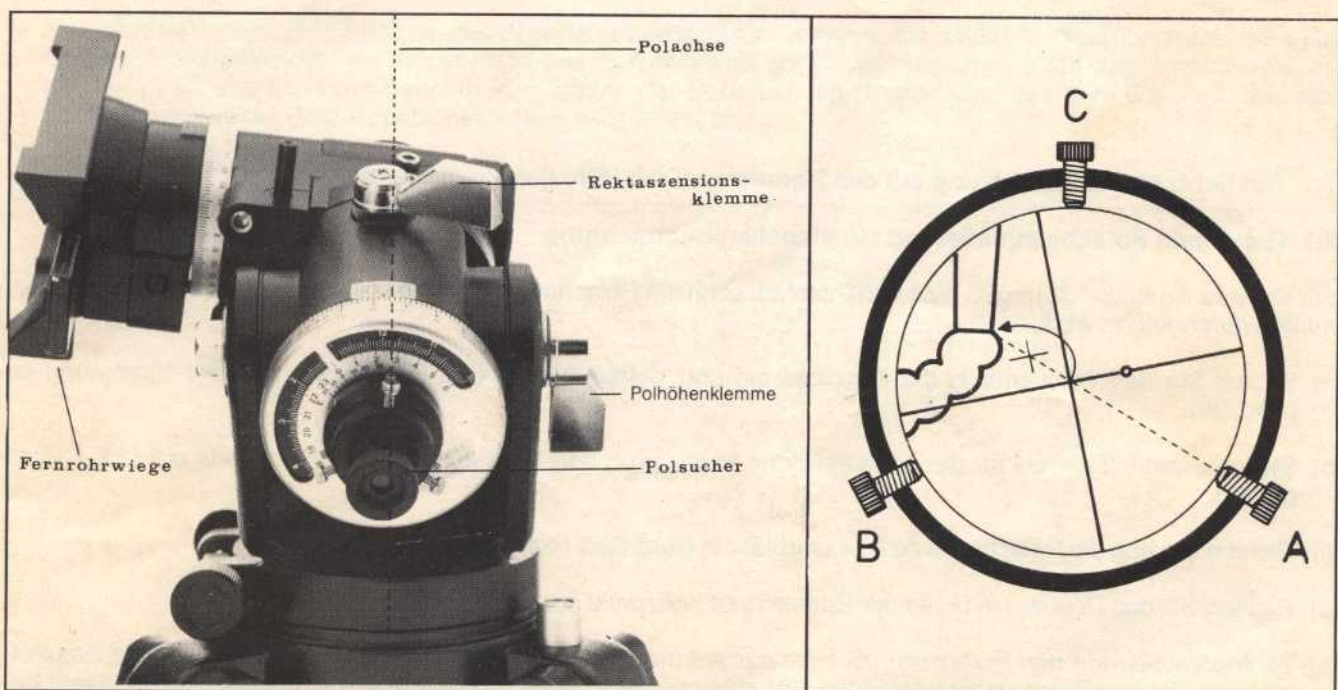

Abb. 40: Fernrohrwiege auf die linke Seite geschwenkt
c) Lösen Sie wiederum die Rektaszensionsklemme und drehen Sie die Fernrohrwiege um 180 Grad auf die linke Seite (Abb. 40). Im allgemeinen wird sich das Bild auf einem Halbkreis bewegen. Merken Sie sich die Mitte (+) des Halbkreises.